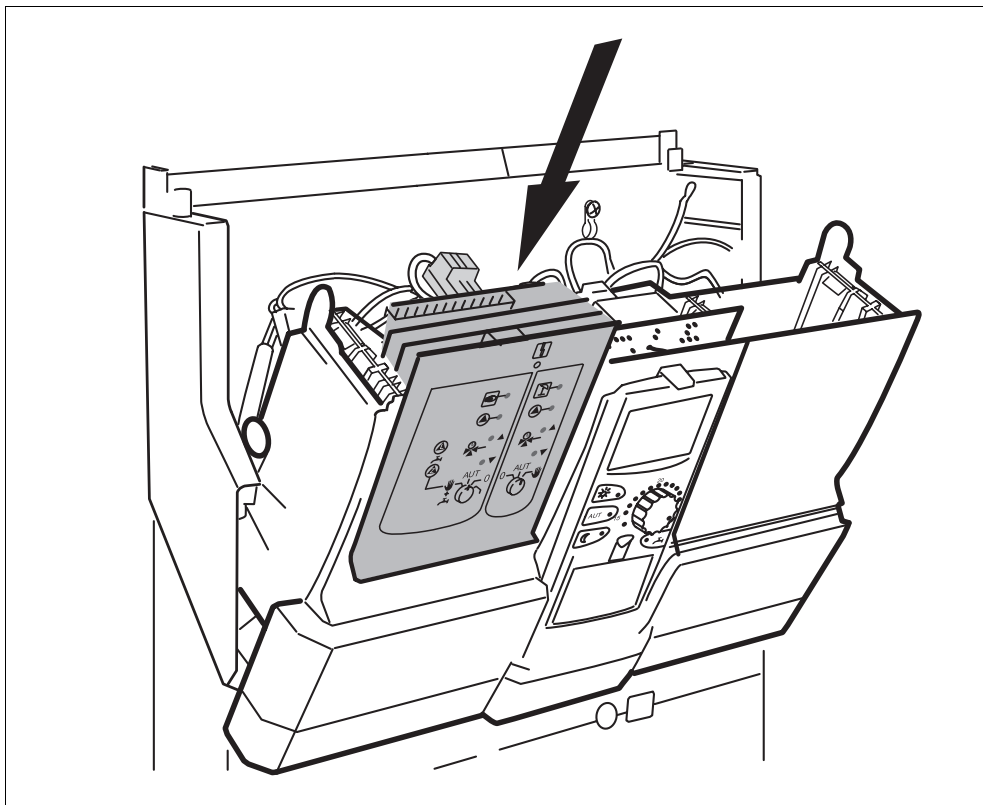

Рис. 6 Установка модуля
- Новый модуль вставить сверху в свободный разъем, нажимая на клеммную планку (рис. 6). Убедитесь, что модуль хорошо встал на место.